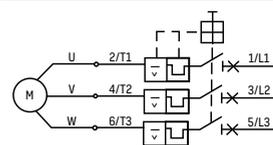
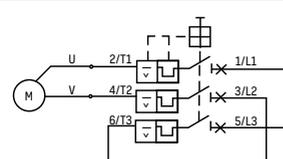

FIG. 6. DIAGRAMA DE CONEXÃO TÍPICO PARA MOTORES TRIFÁSICOS
FIG. 7. DIAGRAMA DE CONEXÃO PRÁTICA DE UM MOTOR MONOFÁSICO
7.3.3 Os disjuntores motores com diferentes funções de proteção têm diferentes formas de fiação, cujo princípio de funcionamento é mostrado na Fig. 6. O diagrama de conexão prática do motor monofásico ou de corrente contínua é mostrado na Fig. 7.